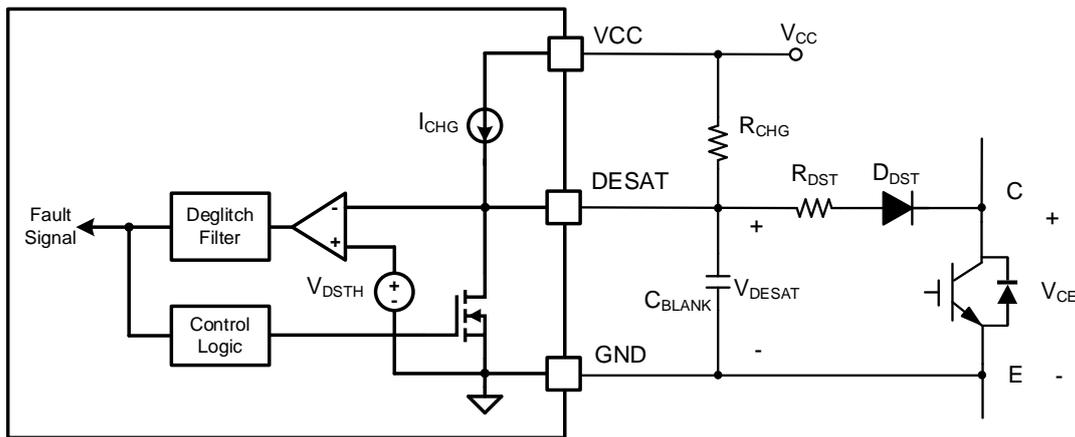

图 5. 用辅助电阻  $R_{CHG}$  的 DESAT 保护电路
为了得到短的消隐时间，同时又能用比较大的  $C_{BLANK}$  电容提高抗噪能力，可以采用图 5 这样的应用电路。通过在 DESAT 脚上拉一个电阻  $R_{CHG}$  到电源  $V_{CC}$  来增大对  $C_{BLANK}$  的充电电流，从而在  $C_{BLANK}$  电容比较大的情况下得到较小的消隐时间。具体的消隐时间  $t_{BLANK}$  均可以由下面的公式 (2) 得到。
表 2. 图 5 在  $V_{CC}=15\text{V}$  和  $R_{CHG}=9.1\text{k}\Omega$  时不同  $C_{BLANK}$  下的消隐时间